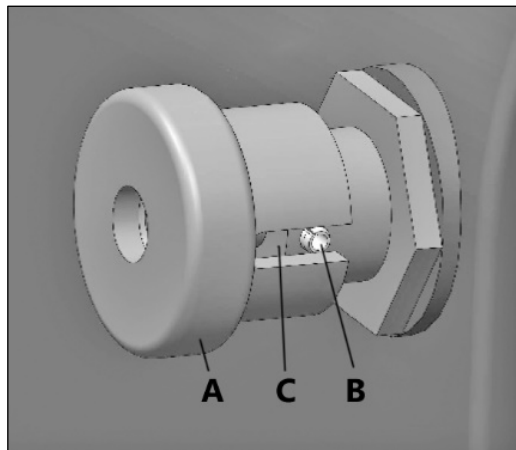

Рисунок 4.
- Вытащите ручку А блокировки шпинделя (рис. 4) и поверните так, чтобы упор расположился на штифте В (штифт вне паза С ручки). Ручка А находится на задней стороне передней бабки.
- Заблокируйте шпindelь (рис. 4). Вставьте выколотку С в отверстие D на обечайке планшайбы А и при помощи рожкового ключа Е полностью зафиксируйте планшайбу.
- Заблокируйте шпindelь (рис. 4) и Вставьте выколотку в отверстие С на обечайке планшайбы А и при помощи гаечного ключа D открутите планшайбу, вращая её против часовой стрелки.
Переведите замок шпинделя в закрытое положение (штифт внутри паза ручки блокировки, рис. 4), чтобы легче установить нужную точку на шкиве.